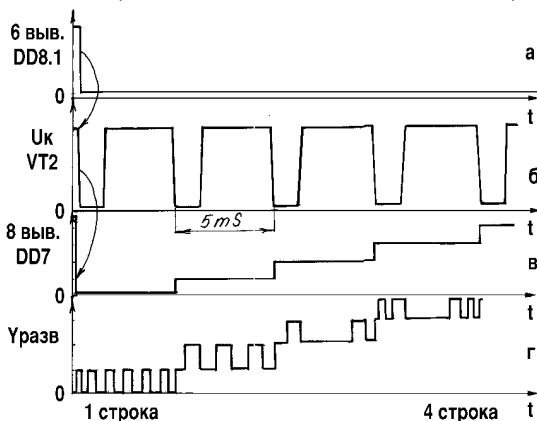

рис. 9
на землю через диоды VD6, VD7 соответственно. Триггер DD8.1 переходит в нулевое состояние (рис.9,а), при этом на выв. 5 DD8.1 устанавливается лог. "0", а на выв. 6 DD8.1 - лог "1". Генератор DD5.1 включается, а DD5.2 включается. На выв. 5 DD10.2 устанавливается единичный уровень, на выв. 4 DD10.2 с коллектора VT3 также - лог. "1". Для формирования синхронизирующих импульсов используется одновибратор, состоящий из DD10.1 - DD10.3, С13, R12, VD5. В момент включения режима воспроизведе-
ния одновибратор формирует импульс лог. "0" (рис.9,б), и на протяжении этого периода одновибратор находится в состоянии лог. "1". Как только данные одного из каналов (начиная с 1-го и до 8-го) прочитаны, одновибратор формирует импульс нулевого уровня. Элемент DD9.1 открывается через VD4, и тактовые импульсы с DD5.2 поступают на счетчик DD2.1, а через формирователь DD9.2 сигнал CS приходит на выв. 18 DD4.
Мультиплексор DD6 обеспечивает выбор входных данных, записанных в ОЗУ DD4. Счетчик DD3.2 имеет цепь сброса С20, R23, R24, VT4, С21, R25, а также он сбрасывается при включении питания и через VD7 при нажатии кнопки "Сброс". Выходной код счетчика управляет выбором входов цифрового мультиплексора DD6 и аналогового мультиплексора DD7: DD6 выбирает поочередно каждый из восьми каналов при чтении данных из ОЗУ (DD4), а аналоговый мультиплексор DD7 формирует для каждого из каналов (поочередно) свой уровень, коммутируя различные напряжения резистивного делителя на базу VT1 (рис.9,в). Напряжение, снимаемое с эмиттера VT1, суммируется с данными одного из каналов, чем обеспечивается различный уровень опорного напряжения при каждом цикле развертки так, что при отображении каждого цифрового сигнала электронный луч на экране осциллографа смещается по вертикали на определенную величину (рис.9,г) [6]. Сигнал на развертку подается непрерывно до момента нажатия кнопки "Запись". Так как DD4 (КР537РУ10) ОЗУ статического типа, то его опрос в режиме чтения не ограничивается временными параметрами.
тельность прямоугольных импульсов), убеждаемся в нормальной работе счетчиков DD2.1, DD2.2, DD3.1. Настраиваем правильный самосброс счетчиков, изменяя емкость C8. Если на выв. 4 DD10.2 присутствуют импульсы (рис. 5,з), то изменяя емкость C13, добиваемся на коллекторе VT2 частоты импульсов 200 Гц (рис. 9,б).
4. В том же режиме (см. п.3) проверяем работу счетчика DD3.2. На выходе будут прямоугольные импульсы, как только старший разряд переходит в единичное состояние на выв. 8 DD3.2. Происходит самосброс DD3.2. На выв. 8 DD7 должна быть форма осциллограммы, показанная на рис. 9,в. Подключаем осциллограф к выходу ЦБПО (осциллограф в режиме "Внешняя синхронизация" по каналу X). Наблюдаем на экране осциллографа 8 линий. Для улучшения синхронизации подстраиваем R1, для нормального размаха линий по вертикали - R10.